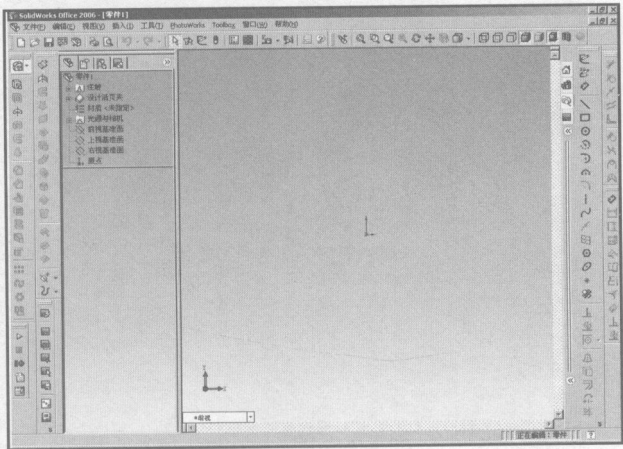
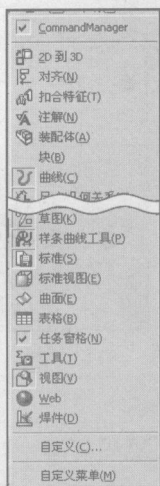

图 1-2
图 1-3
STEP 2 进入画面后，安排需要使用的工具栏，如图 1-2 所示。在绘图区的右边，放置“线架构”工具栏，左边放置“实体架构”或“曲面架构”工具栏，上面为“图形操作”的工具栏。
如果画面上没有需要的工具栏，可以在如图 1-2 所示右上方工具栏的空白处，单击鼠标右键 ，出现如图 1-3 所示的工具栏名称。